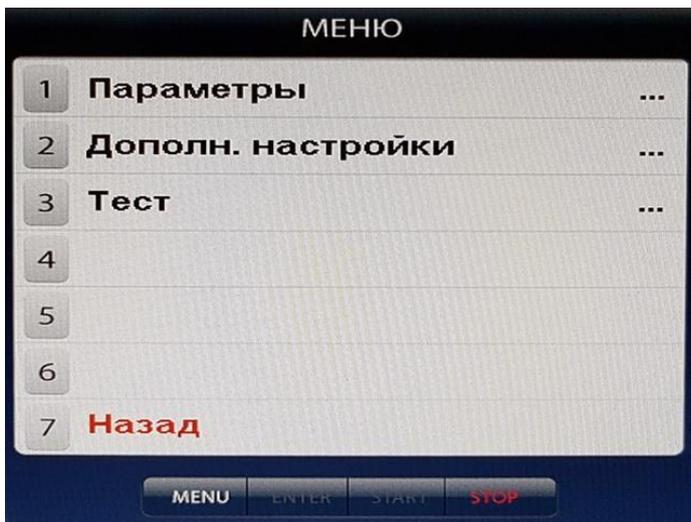
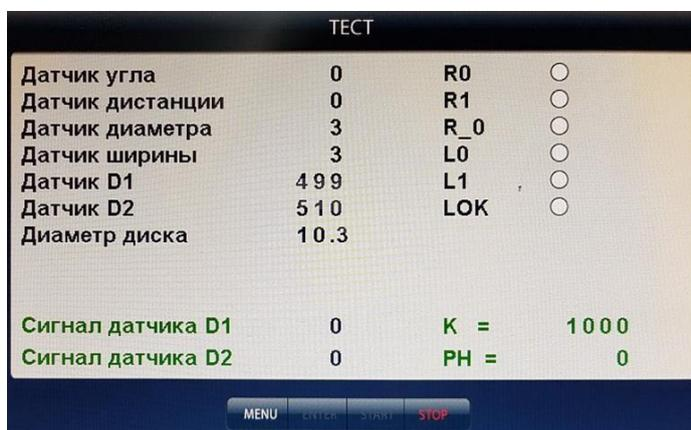

Рис. 15.1.
Рис. 20.1.
15.1.1. Нажмите кнопку МЕНЮ. На экране появится окно МЕНЮ (рис.12.1), нажмите кнопку 7 "Далее" на экране появится окно второй страницы меню (рис.15.1.)
Нажмите кнопку МЕНЮ, в открывшемся окне Меню выберите пункт 7 "Далее", нажав кнопку 7 в верхнем ряду клавиатуры. Откроется вторая страница окна МЕНЮ (см. рис.15.1). Выберите пункт 3 "Тест", нажав кнопку 3 в верхнем ряду клавиатуры. Откроется окно ТЕСТ (рис.20.1).
В строке Датчик угла отображается число, изменяющееся от 0 до 143 за 1 оборот вала. Индикаторы R0 и R1 должны равномерно мигать при равномерном вращении (рис. 20.1) вала. Индикатор R_0 должен давать одну
Все цифры на (рис.20.1.) имеют иллюстративный характер.